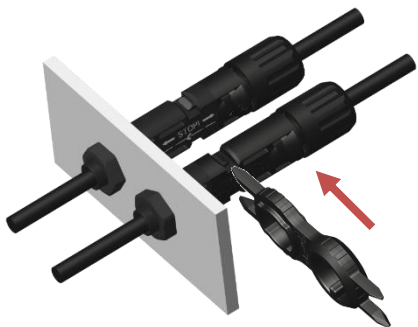

Figure 22
- ✧ 使用组装工具 (类似 JKT-05) 带有插销的一端插入连接器的卡扣位置 (如图 22)
Insert the forks into the buckle of the cable connector by the assembly tool such as tool JKT-05 (Fig. 22)